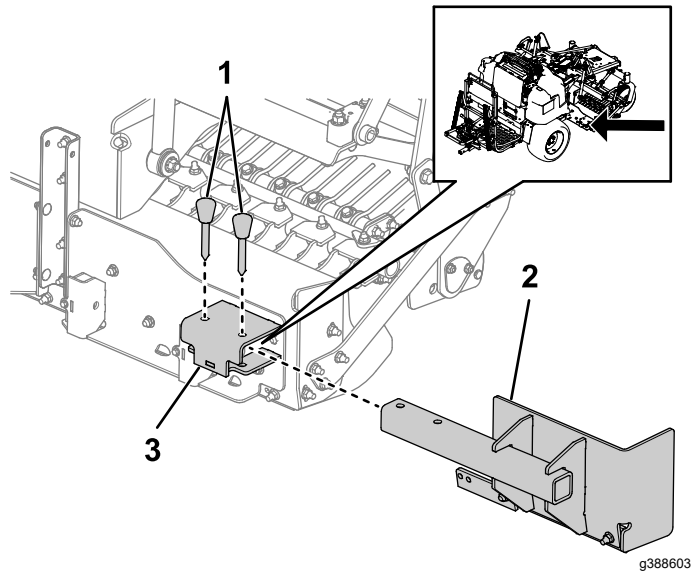

Figure 2
2. Insérez l'extension droite dans le support de fixation de la lame en caisson (Figure 2). Répétez cette opération pour l'extension de lame en caisson gauche.
3. Insérez 2 goupilles d'arrêt dans le support et le bras de l'extension de lame en caisson (Figure 2). Répétez cette opération pour l'extension de lame en caisson gauche.